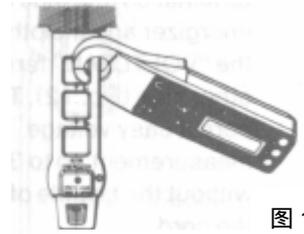
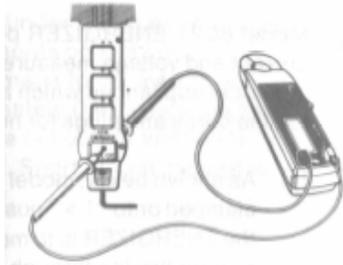

图 11
图 12
(1) 如图 11 所示, M-2006 钳住 M-8021 增能器 “1X” 位置, 测量双线路导线电流流量 (10AAC)
(2) 准确测量小电流, 钳住 “5X” 或 “10X” 位置, 读数除以 5 或 10 得到真实电流值。
(3) 测量交流电压时 (仅 M-2006), 将增能器连接交流电源插座或被测设备, 采用与交流电流测量相同的方法, 测试导线插入仪器的 “VOLT” 和 “OHM” 端口, 将测量探棒连接增能器一侧的 “VOLTLEAD” 接口, 另一条测线探棒连接另一侧 “VOLTLEAD” 接口 (如图 12)。无须切断回路, 可测量交流电压至 300V。